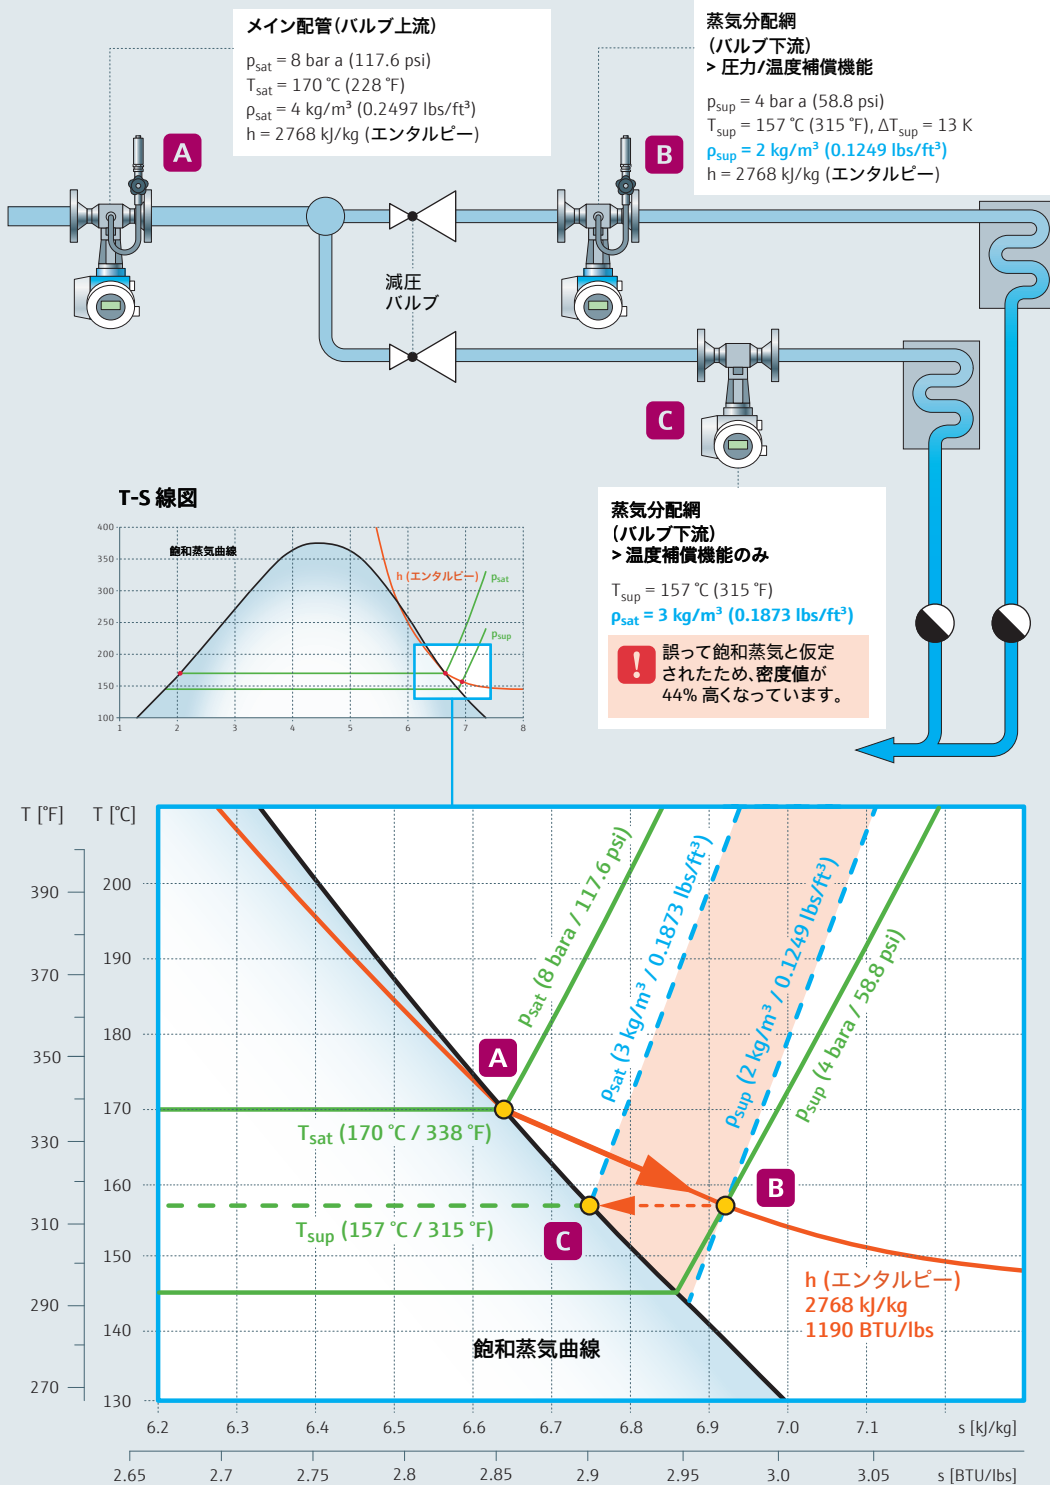

図2: Prowirl F 200は、乾き度と蒸気タイプなど、パイプ内の蒸気品質を直接測定します。これにより、エンタルピー-エントロピー線図 (モリエ線図) と流量測定の正確なナビゲーションが可能になります。基本的な測定補正 (例: 減圧バルブ下流側の過熱蒸気に対する温度のみをベースと
- **Proline Prowirl F 200**は、質量流量と体積流量の両方でアクティブな圧力/温度補正出力機能を搭載した汎用性の高い渦流量計です。さらに、湿り蒸気の検出と補正により、精度を最適化できます (図2)。工場校正により、低流量のガス、蒸気、液体でも、そのまま使用できる精度保証に加え、プラント可用性も向上します。危険場所での使用に対応するProwirl F 200は、幅広い条件下で操作上の安全性を保証し、**Heartbeat Technology**によりプロセスと機器の診断データをホストシステムに提供します。この流量計は、蒸気、圧縮空気、ボイラーのユーティリティ測定アプリケーションに最適です。